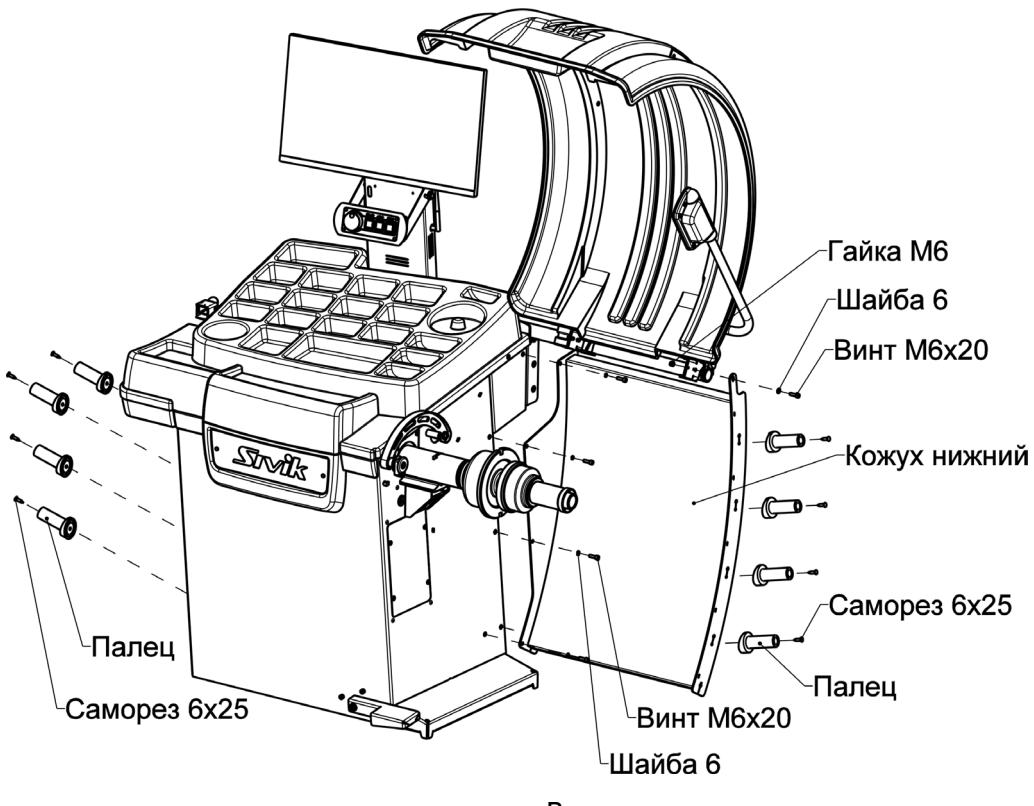

Рисунок 4.4
4.2.4 Кронштейн кожуха (рисунок 4.4 а) установить на кронштейн корпуса и зафиксировать гайками M8 с шайбами. При этом ограничитель необходимо совместить с прорезью, в кронштейне кожуха (рисунок 4.4 б).
Кожух нижний (рисунок 4.4 в) закрепить со стороны шпинделя на корпусе станка с помощью винтов M6x20 с шайбами и скрепить с кронштейном кожуха защитного с помощью винта M6x20, шайбы и гайки.
Пальцы для размещения конусов и кронциркуля (рисунок 4.4 в) закрепить на корпусе станка и торце кожуха нижнего с помощью саморезов 6х25.4.2.5 Подключить вилку УЗ датчика (22) к гнезду для подключения (15) (использовать соответствующую цветовую маркировку гнезда и вилки, рисунок 4.1).